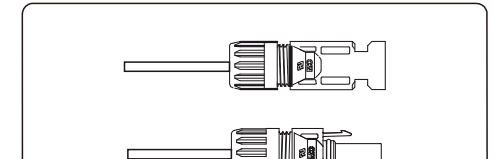

Figura 5.16 Conector con tuerca ciega atornillada
4. Inserte el conector de metal en la parte superior del conector y apriete la tuerca con un par de apriete de 2,5-3 nm (ver Figura 5.16).